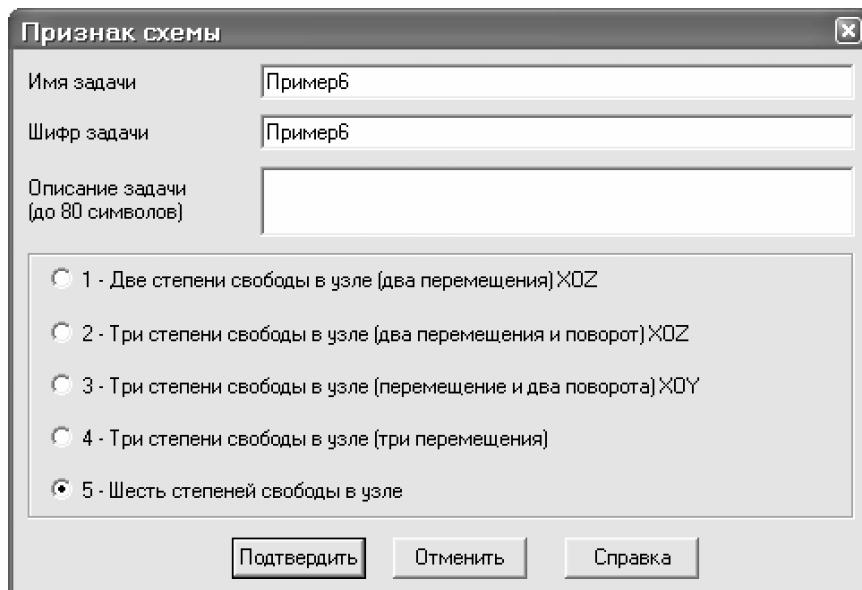

Рис.6.1. Диалоговое окно Признак схемы
- В появившемся диалоговом окне **Признак схемы** (рис.6.1) задайте следующие параметры: